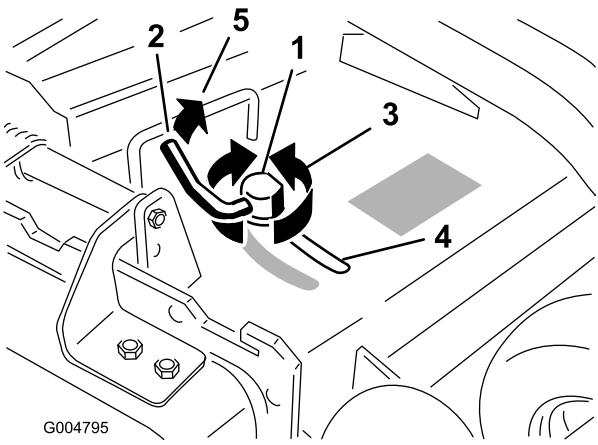

Figure 16
3. Pour régler le verrou à came, soulevez le levier pour desserrer le verrou (Figure 16).
5. Repoussez le levier à sa position d'origine pour serrer le déflecteur et le verrou (Figure 16).